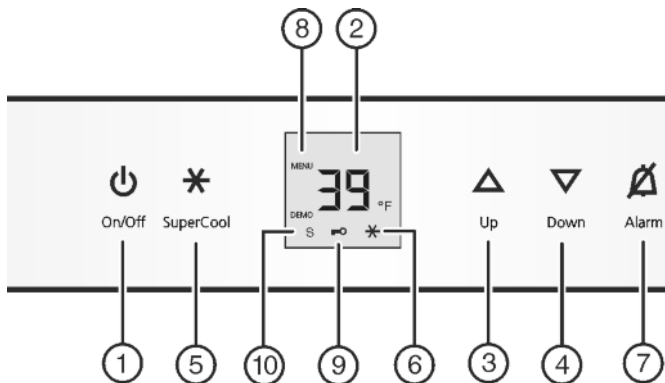

Fig. 3
- ▶ Pulse la tecla On/Off Fig. 3 (1).
- ▶ Activación del modo de ajuste: pulse la tecla SuperCool Fig. 3 (5) durante 5 seg. aproximadamente.
- ▷ La tecla SuperCool Fig. 3 (5) parpadea.
- ▶ Utilice la tecla de ajuste Up Fig. 3 (3) la tecla de ajuste Down Fig. 3 (4) para seleccionar °.
- ▶ Confirmación: Pulse la tecla SuperCool Fig. 3 (5) brevemente.
- ▶ Utilice la tecla de ajuste Up Fig. 3 (3) la tecla de ajuste Down Fig. 3 (4) para seleccionar °F o °C.
- ▶ Desactivación del modo de ajuste: Pulse la tecla On/Off Fig. 3 (1).
- ▶ Activar el modo de ajuste: pulse la tecla SuperCool Fig. 3 (5) durante aprox. 5 s.
- ▶ Utilice la tecla de ajuste Up Fig. 3 (3) y la tecla de ajuste Down Fig. 3 (4) para seleccionar **c**.
- ▶ Pulse brevemente la tecla SuperCool *Fig. 3 (5)* para confirmar.
- ▶ Para activar el bloqueo contra la manipulación por niños, pulse brevemente la tecla SuperCool *Fig. 3 (5)*.
- ▷ El símbolo del bloqueo contra la manipulación por niños *Fig. 3 (9)* se ilumina. En el indicador parpadea **c**.
- ▶ Para desactivar el bloqueo contra la manipulación por niños, pulse brevemente la tecla SuperCool *Fig. 3 (5)*.
- ▷ El símbolo del bloqueo contra la manipulación por niños *Fig. 3 (9)* se apaga. En el indicador parpadea **c**.
- ▶ Desactivar el modo de ajuste: pulse la tecla On/Off *Fig. 3 (1)*.
- ▶ Pulse la tecla Alarm *Fig. 3 (7)*.
- ▶ Activar el modo de ajuste: pulse la tecla SuperCool *Fig. 3 (5)* durante aprox. 5 s.
- ▷ El símbolo de menú *Fig. 3 (8)* se enciende.
- ▶ Para activar la función del modo de Sabbath: Pulse brevemente la tecla SuperCool *Fig. 3 (5)*.
- ▶ **Para activar** el modo Sabbath, pulse brevemente la tecla SuperCool *Fig. 3 (5)*.
- ▶ **Para desactivar** el modo Sabbath, pulse brevemente la tecla SuperCool *Fig. 3 (5)*.
- ▷ En el indicador de temperatura aparece el símbolo del modo Sabbath *Fig. 3 (10)* mientras el modo Sabbath esté activo.